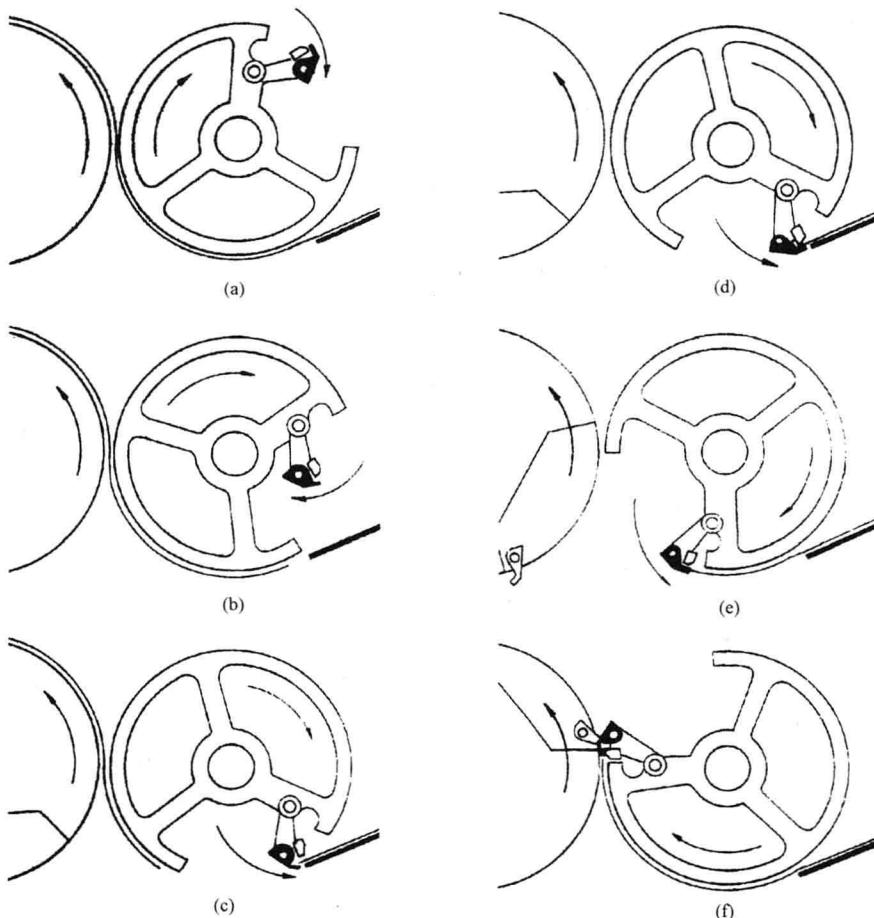

图 5-14 中途加速滚筒方式
2. 旋转滚筒递纸装置（中途加速滚筒方式）。这种递纸装置的主体部件是盘状空心递纸滚筒（图 5-14）作连续匀速旋转运动，其转速与压印滚筒相同，方向相反，外圆有效直径等
5-14 (a), 叼纸牙与滚筒构成一体。图 5-14 (b) 叼纸牙摆向与滚筒方向一致, 间歇性地超过滚筒旋转速度。图 5-14 (c) 当叼纸牙接近输纸板时, 与滚筒旋转方向相反地摆回, 缓慢地接近, 静止地叼住已定好位的纸张。图 5-14 (d), 当叼纸牙完全叼住纸张后, 为了与滚筒的旋转保持同步而变成减速状态见图 5-14 (e), 直至与压印滚筒的叼纸牙交接处已处在同步状态, 在相对静止状态下交接纸张, 见图 5-14 (f), 然后递纸滚筒叼纸牙又向与滚筒旋转一致的方向摆动。